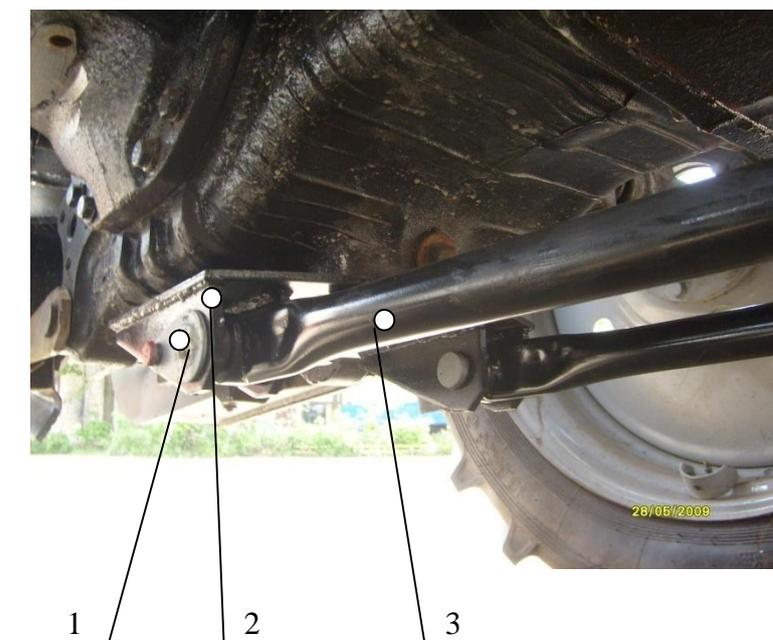

Рис.4
- на задний мост трактора крепится Кронштейн (поз.2, рис.4), в который устанавливаются Штанги распорные (поз.3, рис.4);
- установить Штанги распорные (поз.3, рис.4) при помощи Пальцев (поз.1, рис.4) в Кронштейн;